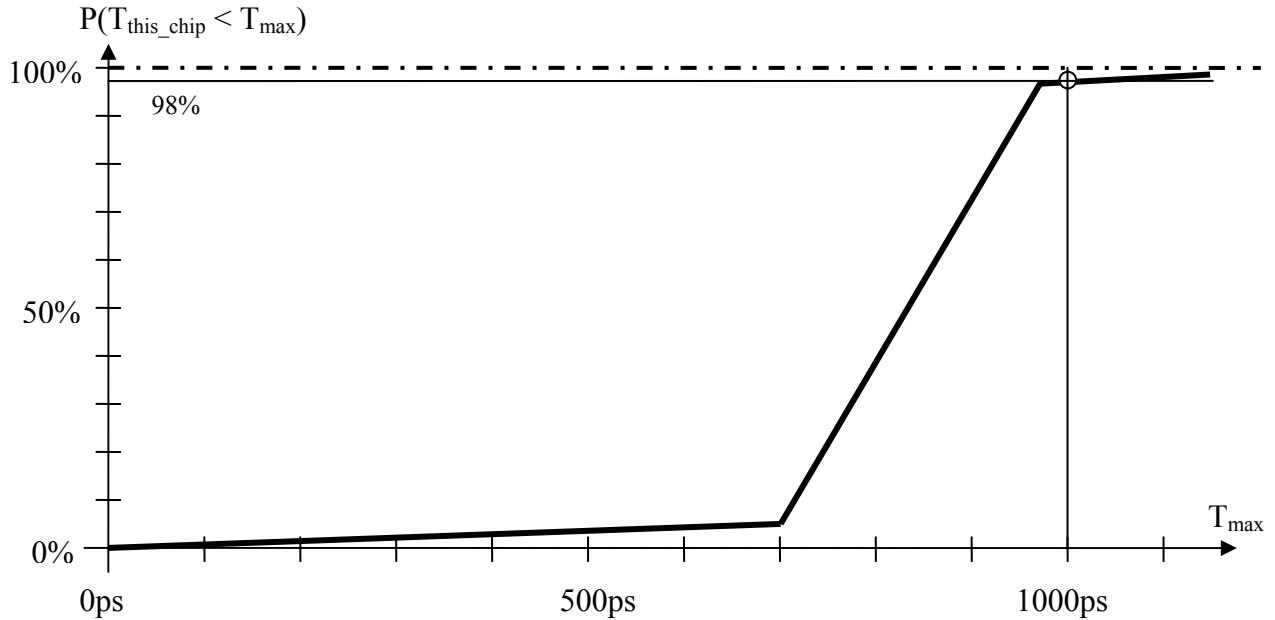

Abbildung 2.1
Gegeben sei ein CPU-Chip, der nominal bei 5V Versorgungsspannung, 20°C Umgebungs-temperatur und 1GHz arbeitet und dabei eine Die-Temperatur von 80°C erreicht. Abbildung 2.1 zeigt eine Näherung für die (kumulative) statistische Verteilung des Delays im kritischen Pfad, wie sie vom Hersteller ermittelt wurde. Wie man erkennt, ist das Design so ausgelegt, dass trotz der fertigungsbedingten Variationen 98% der gefertigten Chips funktionieren. Bei den restlichen 2% seien die Delays im kritischen Pfad (inklusive Setup/hold time) größer als die Periodendauer von 1000ps, sodass Probleme beim Timing auftreten. Diese Chips wurden beim Test ausgeschieden.
- Würde man den Chip um 25% höher takten – wie groß wäre dann der zulässige Delay? Wie hoch wäre damit nach Abbildung 2.1 der Prozentsatz der auszuscheidenden Chips?